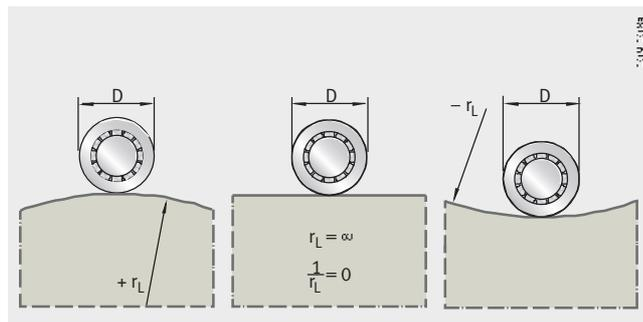

Bild 16
- Vorzeichen nach *Bild 16*.
Laufbahnradius, *Bild 16*